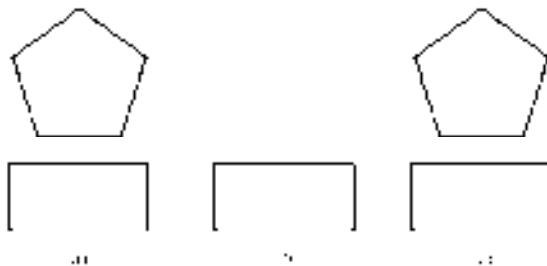

图 7-2 删除图形对象
(2) “对象”选项组 该选项组用于选择制作图块的对象以及对象的相关属性。如图 7-2 所示，把图 7-2a 所示的正五边形定义为图块，图 7-2b 所示为选中“删除”单选按钮的结果，图 7-2c 所示为选中“保留”单选按钮的结果。